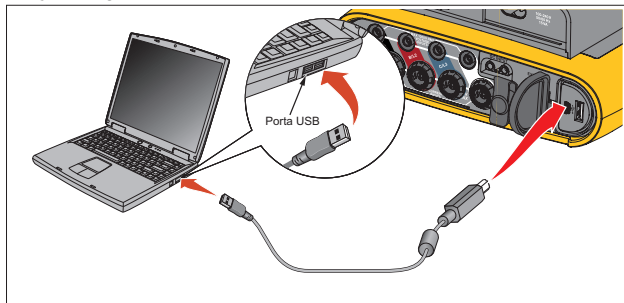

Figura 12. Conexões do Power Logger ao PC
3. Conecte o cabo USB às portas USB do computador e do Logger. Veja a Figura 12.